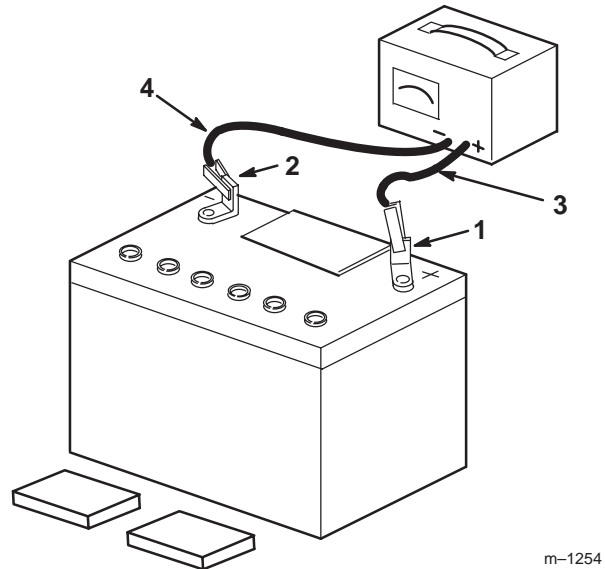

Figure 7
4. Sans remettre les couvercles des éléments, raccordez un chargeur de 3 à 4 A aux bornes de la batterie (Fig. 7). Chargez la batterie au régime de 4 A ou moins durant 4 heures (12 V).
5. Quand la batterie est chargée au maximum, débranchez le chargeur de la prise, puis débranchez les fils du chargeur des bornes négative et positive de la batterie (Fig. 7).